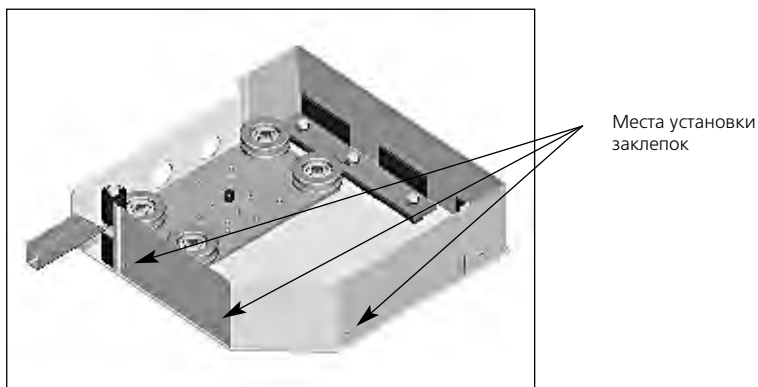

Рис.5.3
- 5.13. Установить крышку короба, закрепить ее заклепками (рис.5.3).